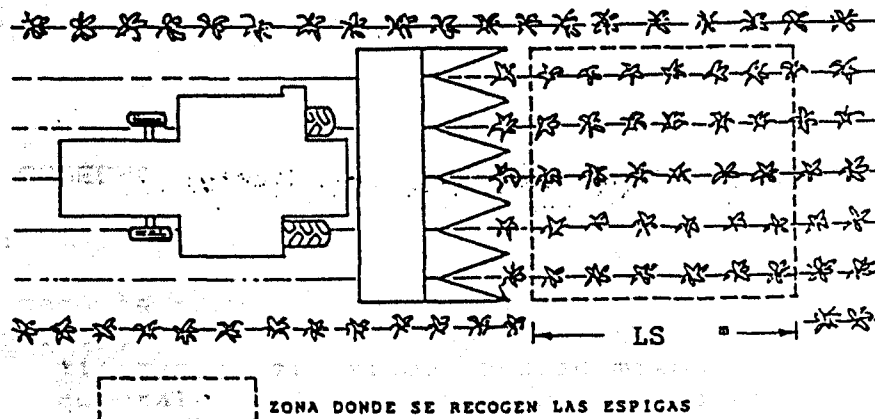

FIGURA 17. EVALUACION DE PERDIDAS DE PRE-COSECHA
- En una zona representativa del lote y en la dirección del surco, determinar un rectángulo con el ancho de la plataforma a utilizar (Figura 17), y el largo determinado con la siguiente relación: